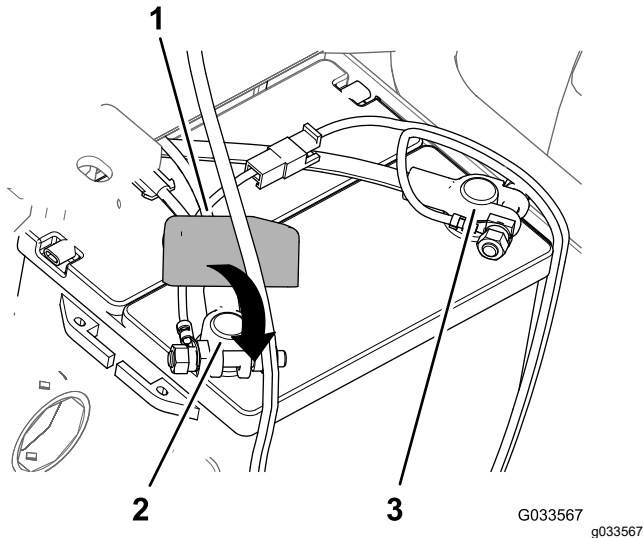

Bild 32
- Schließen Sie das Pluskabel der Batterie am **Pluspol** der Batterie an und ziehen Sie die Klemmmutter mit der Hand an (**Bild 32**).